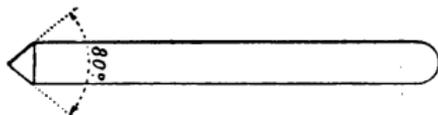

Fig. 507.
**Pointeaux.** — Le pointeau d'ajusteur (fig. 507) sert à graver, marquer des points, il sert à pointer un tracé afin qu'il ne disparaisse que lorsque les opérations d'ajustage sont achevées. Les points